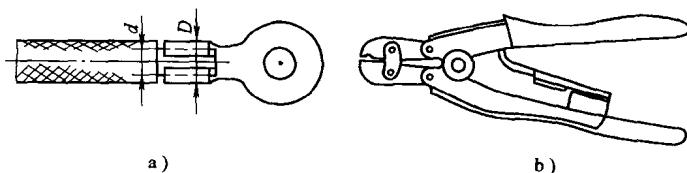

图 1-8 压接钳
7. 压接钳 压接钳是用于连接铝导线的专用工具，如图 1-8 所示。过去导线与接线端子是通过锡焊连接的，近来逐步以冷挤压压接法代替。